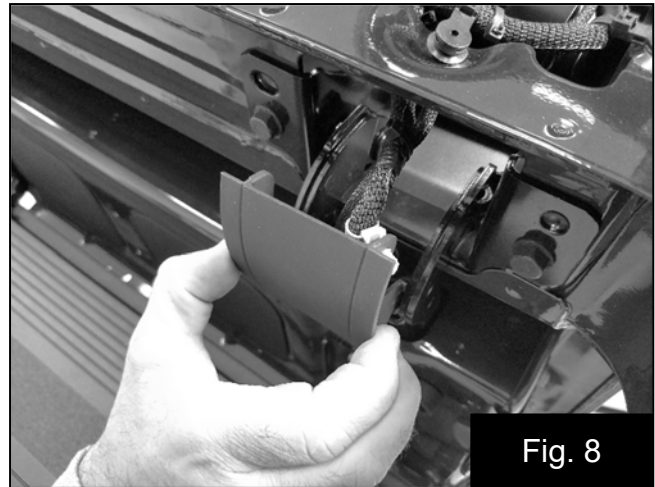

Fig. 8
9. Pliegue la sección interna de la compuerta posterior hacia abajo y retire la bisagra de plástico de la cubierta en el extremo del pasajero para ayudar a enrutar el arnés. Fig. 8